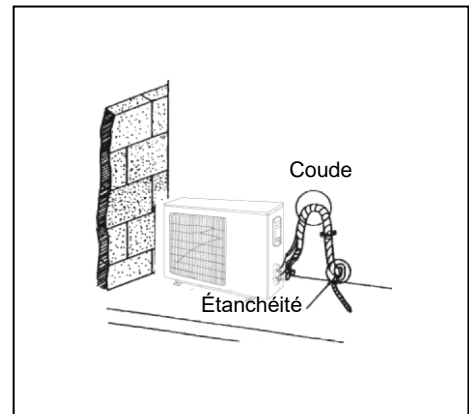

Fig. 16
- b) Tous les tuyaux sont attachés les uns aux autres avec du ruban, coulés et fixés au mur à l'aide des supports-attaches. (Voir la figure 16.)